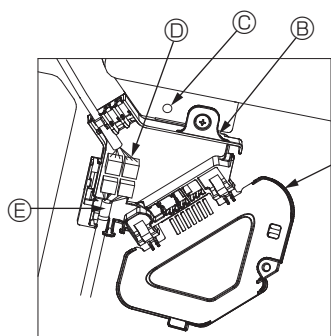

Fig. 10-8
- Ligue firmemente o conector do fio de junção do motor de palhetas e o conector do fio do motor de palhetas do painel na caixa de conexão. (Fig. 10-8)